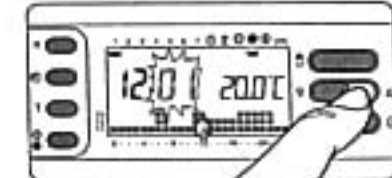

Fig. 17
3.3 - Premere il pulsante  $\nabla$  oppure  $\Delta$  fino a raggiungere il valore esatto dei minuti (fig. 17).